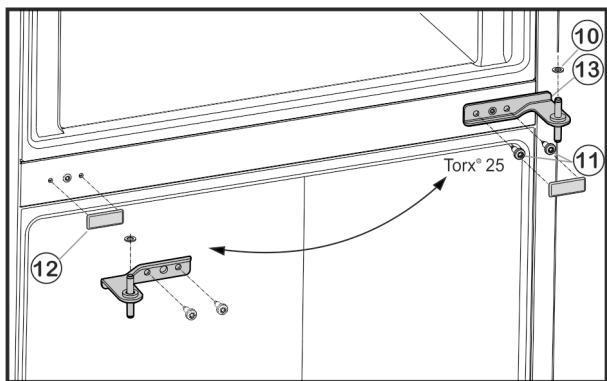

Fig. 6
- ▶ Викрутіть гвинти кріплення Fig. 6 (11) (2 шт. Torx® 25) та вийміть середній кронштейн з нижніх дверцят.
- ▶ Зніміть пластикову шайбу Fig. 6 (10).
- ▶ Обережно зніміть кришку Fig. 6 (12).
- ▶ Встановіть кришку Fig. 6 (12) на протилежному боці.
- ▶ Вставте середній опорний кронштейн Fig. 6 (13), повернувши його на 180°, у нижні дверцята і прикрутіть за допомогою гвинтів кріплення Fig. 6 (11) (2 шт. Torx® 25) до нового боку шарніра (з моментом 4 Нм).
- ▶ Знову встановіть пластикову шайбу Fig. 6 (10).
- ▶ Встановіть верхні дверцята на середній опорний кронштейн Fig. 6 (13).